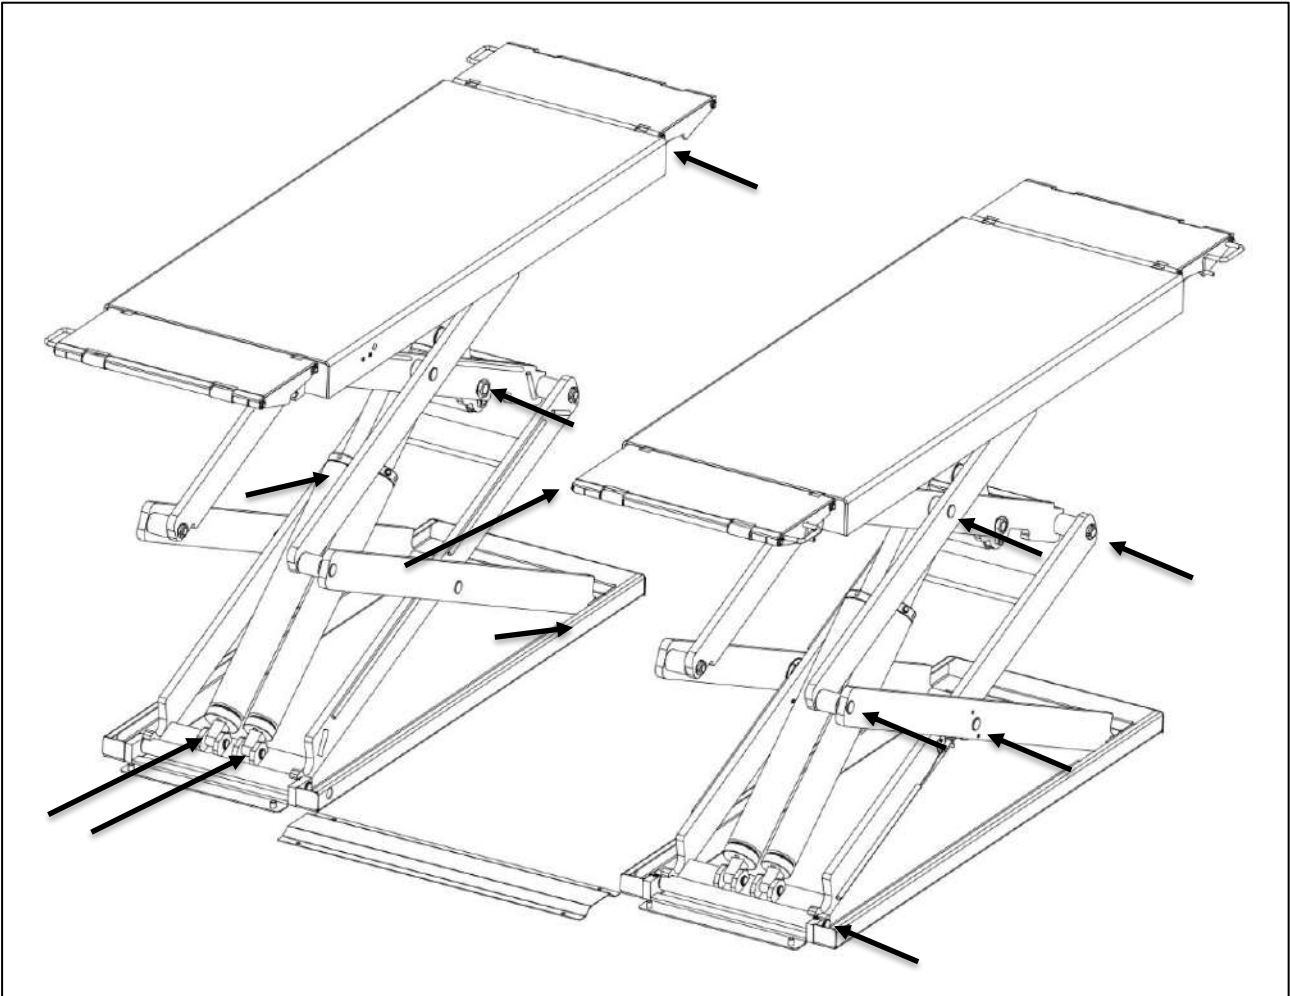

Fig. 15 - Kontrollera vid årligt underhåll av maskinen
6.4 Årlig kontroll (visuell översikt fig. 15)